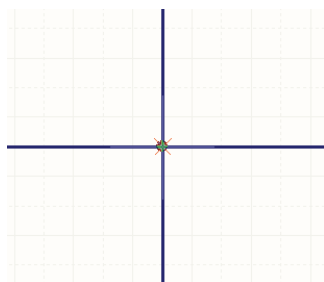

图 4-62 放置电气节点
- (1) 执行该命令后，鼠标变成十字形状，并带有一个电气节点符号。
- (2) 移动光标到需要放置电气节点的地方，单击鼠标左键即可完成放置，如图 4-62 所示。此时鼠标仍处于放置电气节点的状态，重复操作即可放置其他的节点。
- (3) 单击鼠标右键或者按〈ESC〉键，退出该命令状态。